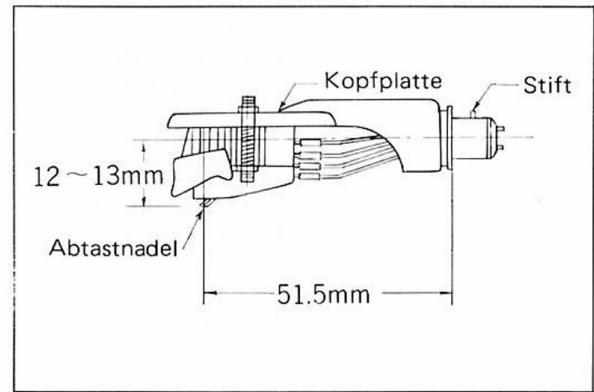

Abb. 12
8. Befestigen Sie den Nadelhalter am System, sodann richten Sie das System so aus und befestigen es wie die Abb. 12 zeigt.